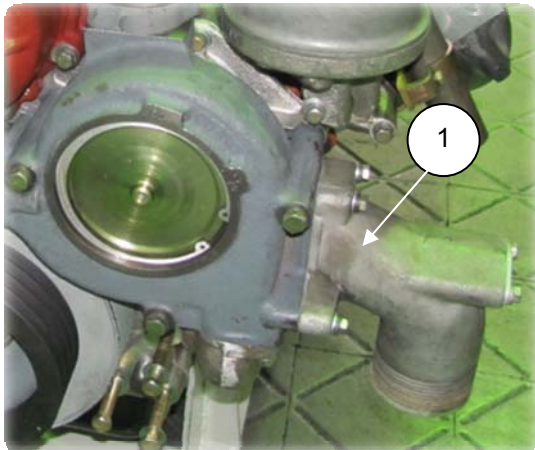

Рис. 6.79
1. Собрать 4 болта М10 с шайбами, вставить болты в отверстия патрубка подводящего водяного насоса (1) (8502.1303206), подложить прокладку, завернуть болты на 2-3 нитки от руки (рис. 6.79);